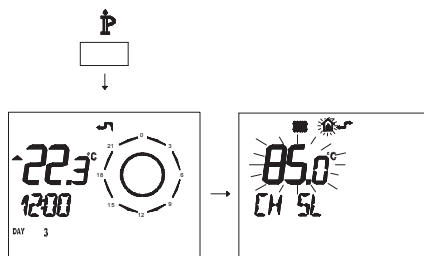

Рисунок 5.102
- Нажмите и удерживайте 3 секунды кнопку **P**, чтобы войти в режим **INFO** (Рисунок 5.102).